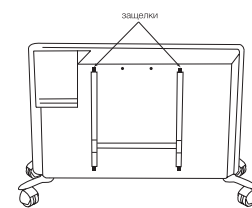

Рис. 4
- освободить настенный кронштейн от конвектора, необходимо следующим образом: нажмите на защелки и потяните кронштейн на себя нажав вниз на две защелки (рис. 4);
Конвектор не требует специального ухода. Перед обслуживанием (уходом) необходимо выключить конвектор из электросети и убедитесь что он остыл. Корпус прибора следует время от времени протирать мягкой тряпкой или влажной губкой. Ни в коем случае не используйте абразивные, пенящиеся средства и растворители. Произвести чистку пространства позади установленного на стене обогревателя довольно несложно. Нажмите вниз две защелки (рис. 4) на задней стенке обогревателя, и потяните сам обогреватель вперед. После того, как он будет снят, можно будет вымыть стенку, на которой он был установлен. После завершения уборки установите обогреватель в его нормальное рабочее положение.